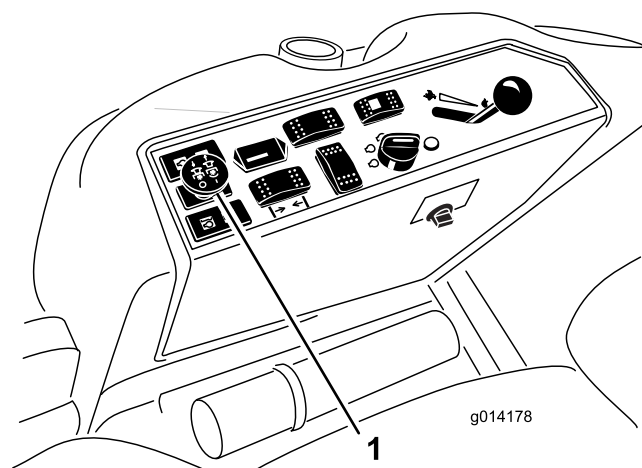

図 15
3. PTO スwitchを引くと PTO が作動を開始する（図 15）。